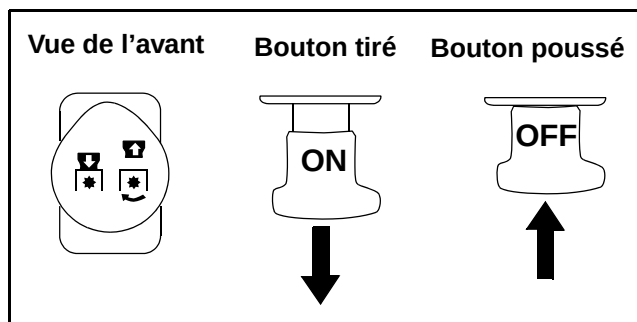

Figure 13
- Tirez sur le bouton de la prise de force pour l'embrayer. Voir la Figure 13.